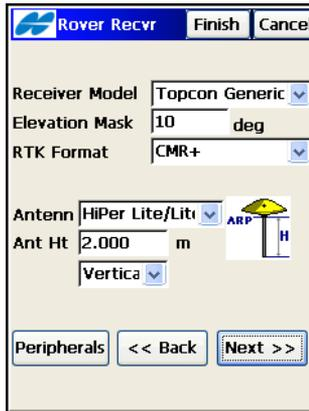

Abbildung 4-18. RTK-Roverempfänger konfigurieren
1. Tippen Sie im Fenster **Rover: Empfänger** auf die Schaltfläche **Peripherie** (siehe Abbildung 4-18 auf Seite 4-14).